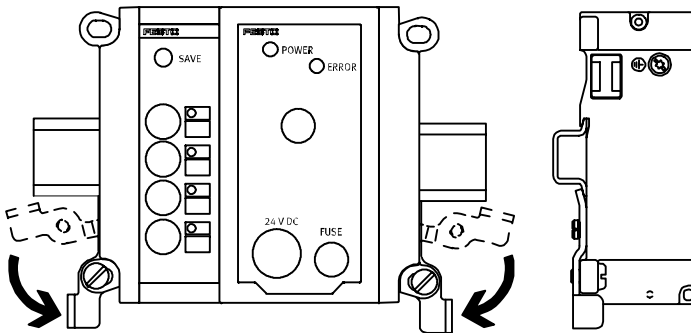

Bild 2/3: Montage an einer Hutschiene
5. Sichern Sie bei schwingender Belastung oder schräger Einbaulage die Hutschiene-Klemmeinheit mit zwei Schrauben (Bild 2/2, Ziffer 6) gegen unbeabsichtigtes Lösen/Öffnen.